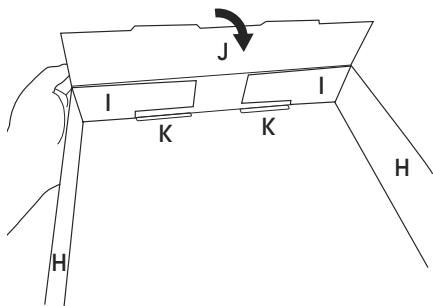

Figure 11
3. Sur le même côté, pliez le couvercle supérieur de la boîte (J) par-dessus les languettes (I) et insérez les languettes dans les fentes (K) du panneau supérieur. (Voir Figure 11 et 12)